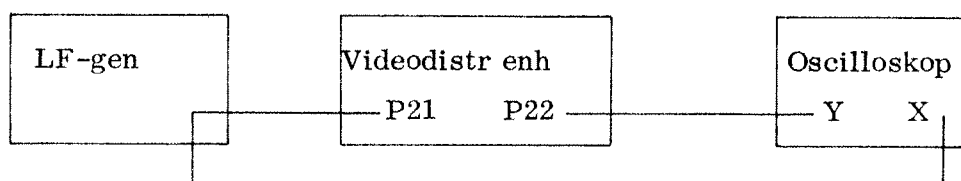

Bild 2
4.15.2.1 Anslut LF-generatorn och oscilloskopet enligt bild 2.